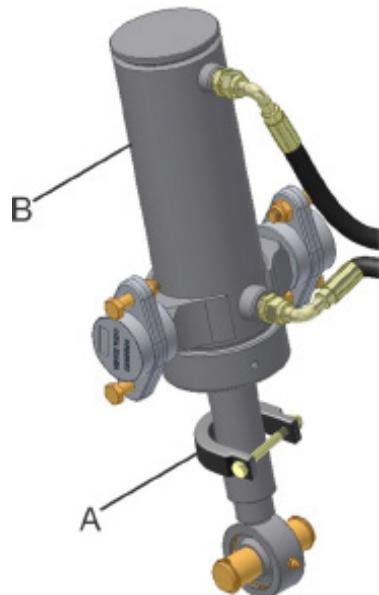

fig. 24
Esta regulagem é determinada em função da altura da semeadora em relação a superfície de solo podendo ser alterada através da mudança de posição do batente (A) (fig. 24), localizado junto aos cilindros hidráulicos (B), sendo que, elevando sua espessura a semeadora trabalhará mais distante da superfície do solo.